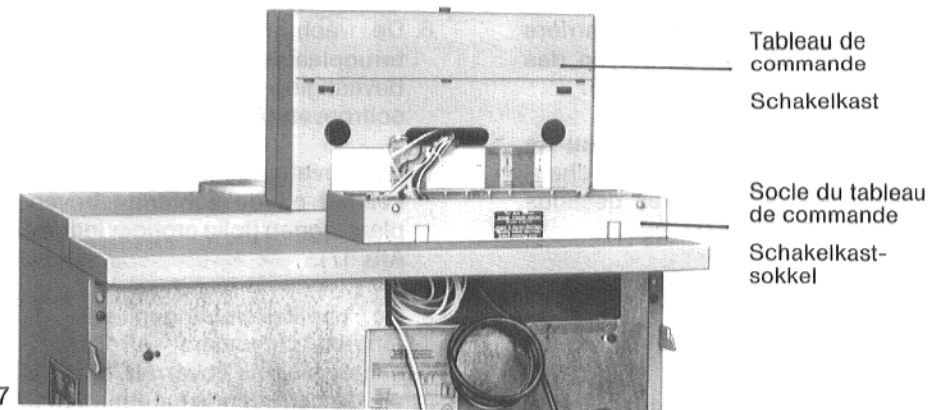

Fig. 17 / Afb. 17
2. Visser le **socle du tableau de commande** au capot chaudière avant (Fig. 17).
2. **De schakelkast sokkel** op de voorste ketelbovenplaat vastschroeven (Afb. 17).
7. Mettre le **dessus du tableau de commande** sur le capot chaudière arrière (mettre en dessous une feuille, Fig. 17).
7. **Het bovengedeelte van de schakelkast** op de achterste bovenplaat leggen (folie eronder leggen, Afb. 17).